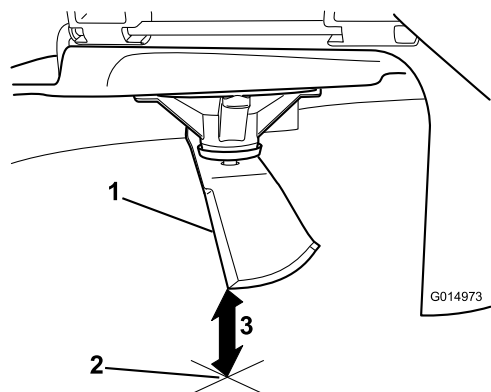

Figura 66
5. Meça da ponta da lâmina até à superfície plana (Figura 66).